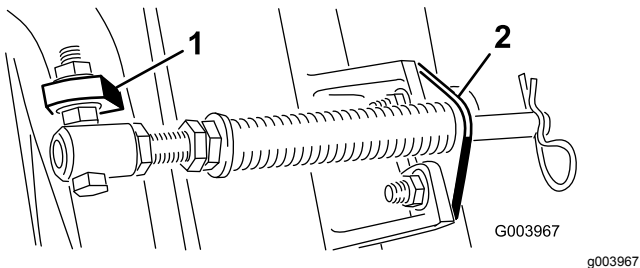

Figura 6
C. Montate il bullone del tubo della molla sull'aletta opposta, sul telaio portante, e fissatelo con il dado flangiato. La testa del bullone deve essere posta sul lato esterno dell'aletta, come illustrato nella Figura 6.
D. Montate la staffa dell'asta sulle alette degli elementi di taglio usando i bulloni a testa tonda e i dadi (Figura 6).